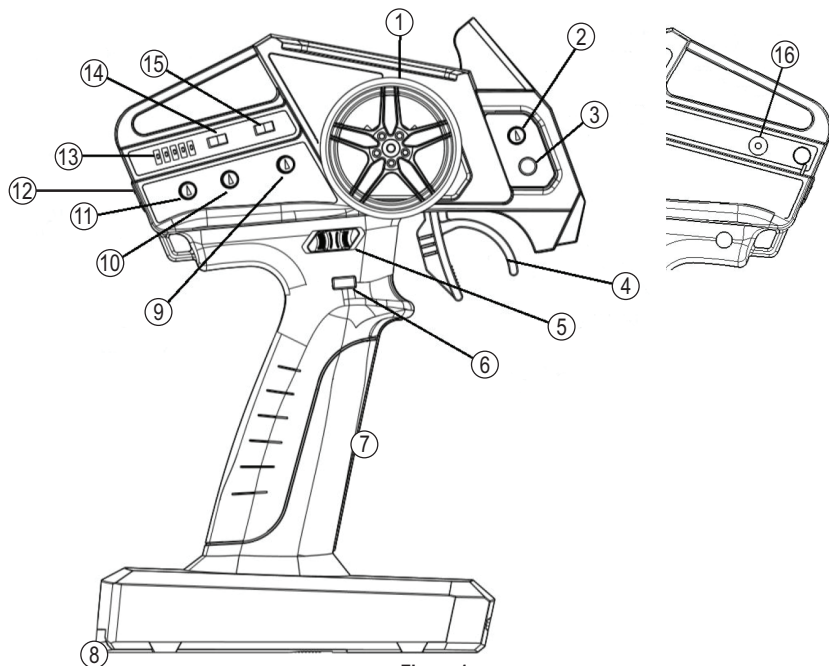

Figura 1
Se il veicolo tende a sinistra o a destra durante la guida, nonostante la rotella di comando si trovi in posizione centrale, regolare di conseguenza l'assetto dello sterzo sul trasmettitore tramite il selettore rotativo "ST-TRIM" (vedere figura 1, pos. 9).